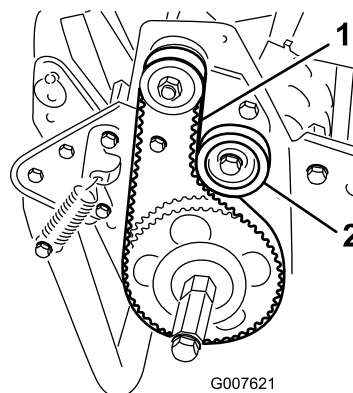

Figura 38
2. Controllate la tensione premendo la cinghia al centro tra le pulegge (Figura 38) con una forza di 18-22 N. La cinghia deve flettersi di 6 mm.
- A. Allentate il dado di fissaggio della puleggia tendicinghia e ruotate la puleggia in senso orario verso il retro della cinghia, fino a ottenere la tensione desiderata (Figura 38).